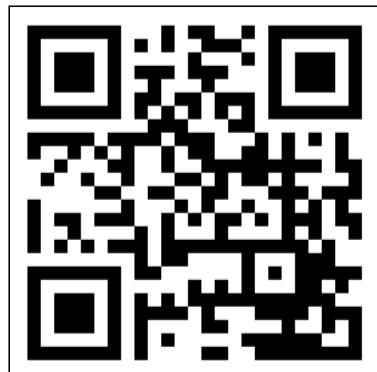

Abbildung 60.
1. Öffnen Sie das Eurom Smart App-Handbuch mit dem QR-Code (Abbildung 60) oder gehen Sie zu www.eurom.nl/nl/manuals.